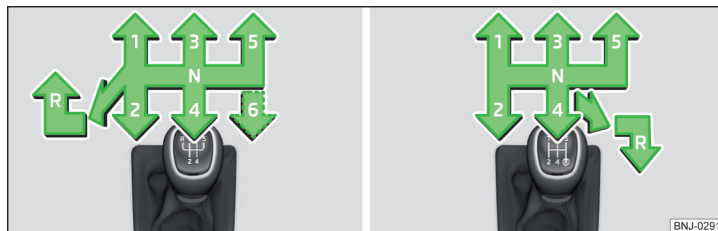

Fig. 197 **Schemă de selectare: varianta 1 (cutia de viteze cu 5/6 trepte de viteze)/varianta 2 (cutia de viteze cu 5 trepte cu motor 1,0 l MPI)**
Pe schimbătorul de viteze este reprezentată schema de selectare pentru pozițiile individuale ale treptelor de viteză » fig. 197.
- Apăsați maneta schimbătorului de viteze în jos, complet spre stânga și apoi spre înainte, în poziția **R** » fig. 197.